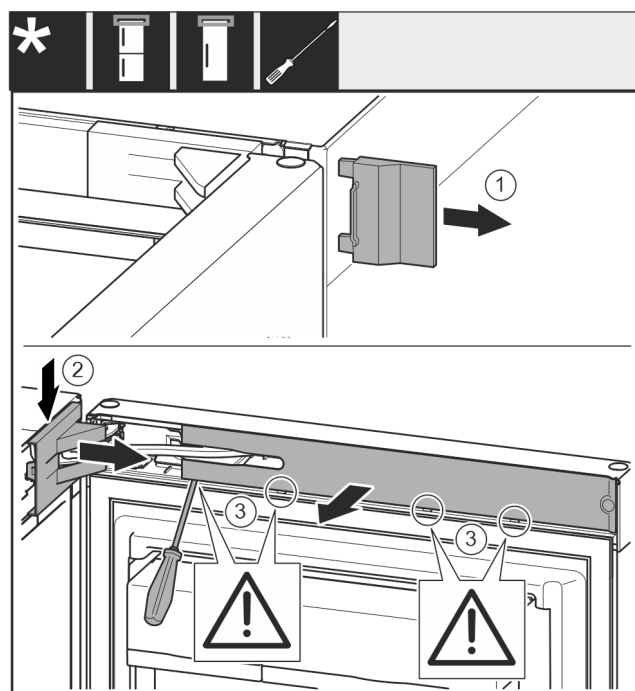

Fig. 10
- ▶ 取下盖板 Fig. 10 [1]。
- ▶ 拆卸并松开托架盖 Fig. 10 [2]。
- ▶ 取下托架盖 Fig. 10 [2]。
- ▶ 使用带槽螺丝刀松开隔板 Fig. 10 [3]并把它转到一边。